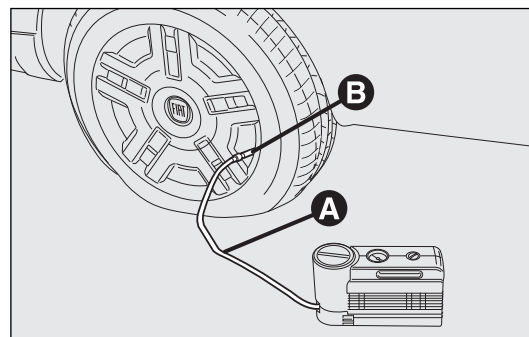

fig. 178
- ☐ Accionar el freno de mano. Desenroscar el capuchón de la válvula del neumático, sacar el tubo transparente de llenado A-fig. 178 y enroscar la corona B en la válvula del neumático;